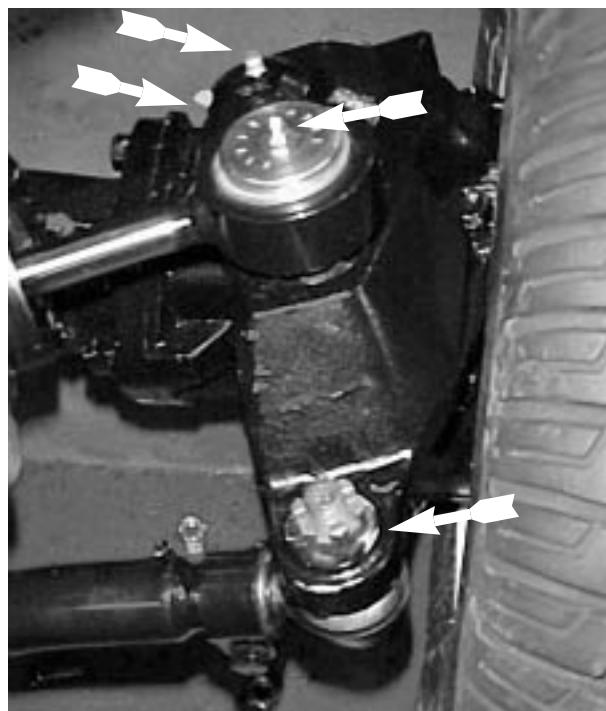

図35
- リア・アクスルのタイロッド (2 ; 図35)
- ステアリング・シリンダのボールジョイント (2 : 図35)
- キングピンのブッシュ (2 : 図35)